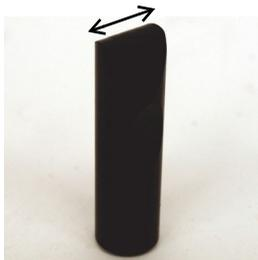

图 5-32 探头尖端的最长面
1. 将探头放置在标准试块的两个凹槽之间，将探头尖端的最长面（参见第 138 页的图 5-32）垂直于凹槽放置，然后按自动提高/平衡键（）。